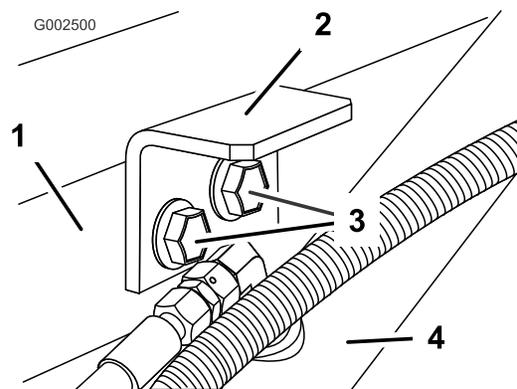

Figura 18
3. Instale os suportes de fixação utilizando os dois parafusos e porcas flangeadas anteriormente retirados (Figura 18).